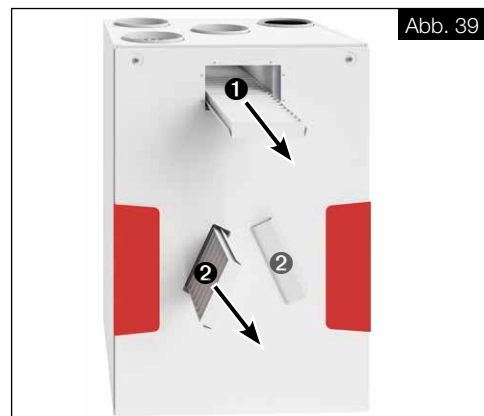

Abb. 39
2. Außenluftfilter **1** nach vorne herausziehen und wechseln (s. Abb. 39).
4. Abluftfilter **2** nach vorne herausziehen und wechseln (s. Abb. 39).